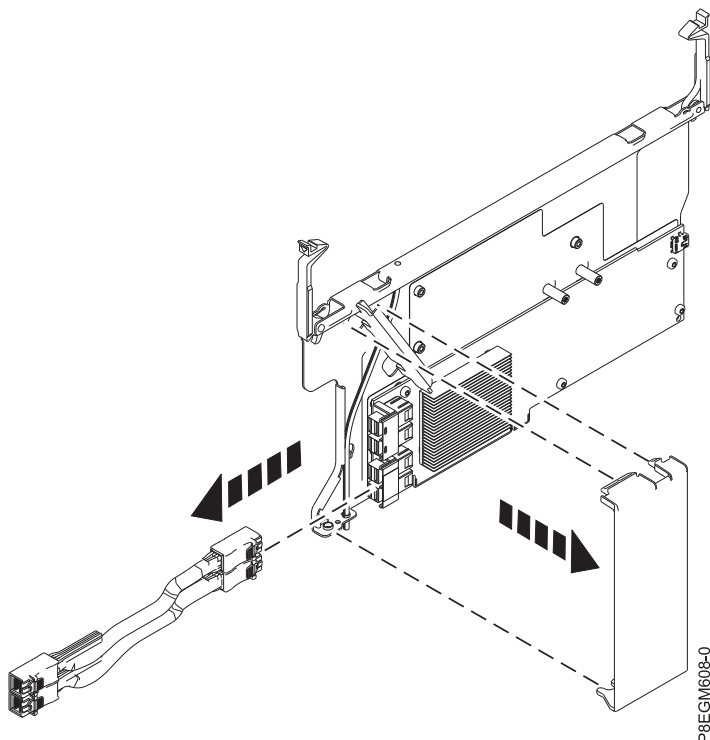

Figura 14. Remover a tampa de condução de ar
7. Se está a remover o adaptador interno SAS RAID da ranhura P1-C15, remova a tampa de conduta de ar do adaptador. Primeiro pressione a parte superior da tampa, depois levante a parte inferior da tampa do buraco no conjunto do adaptador interno SAS RAID. Coloque a tampa de lado para a reutilizar no adaptador de substituição. Consulte Figura 14 na página 17.